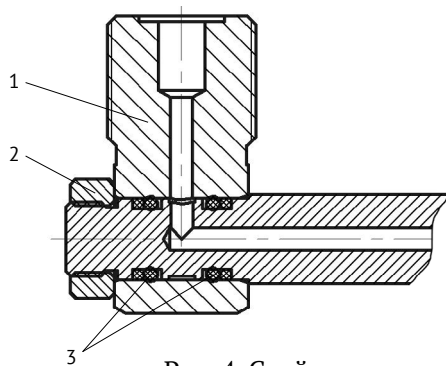

Рис. 4. Стойка
6.8 *Стойка 1* (Рис. 4) имеет возможность поворачиваться относительно оси трубки рампы. Необходимое положение стойки фиксируется *гайкой 2*.